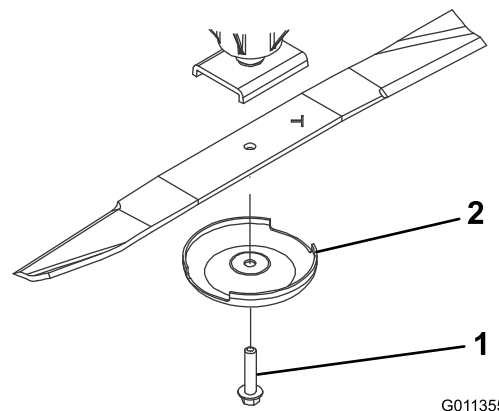

Figura 70
3. Sujete el extremo de la cuchilla con un trapo o un guante con acolchado grueso y retire el perno de la cuchilla, el protector del césped y la cuchilla del eje (Figura 70).
4. Utilice el protector de césped y el perno de la cuchilla para instalar la cuchilla con la vela hacia la carcasa de corte (Figura 70).